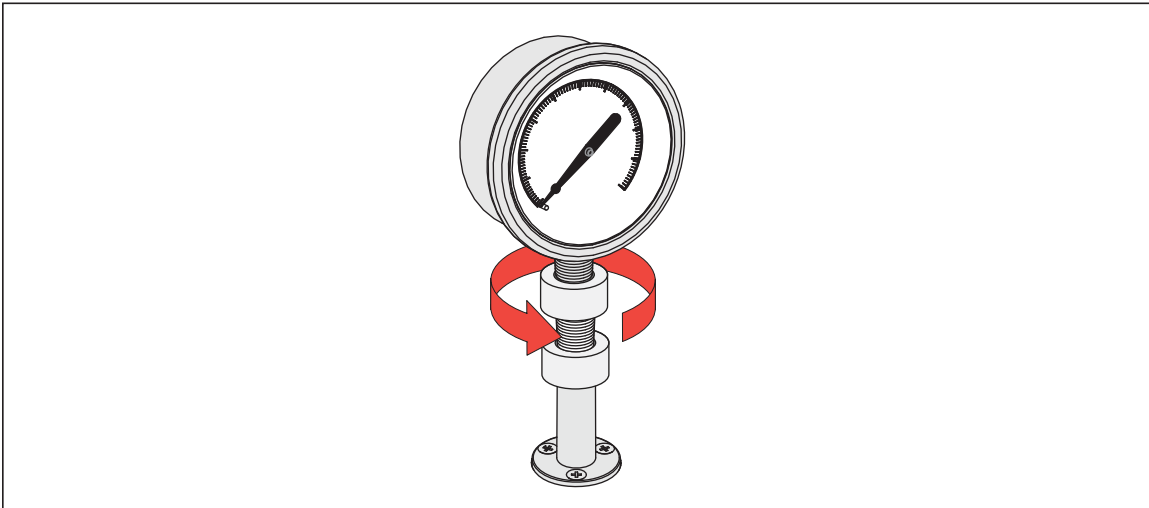

Figura 7 . Conexión del conjunto al puerto de prueba
2. Atornille la estructura en el SENTIDO CONTRARIO A LAS AGUJAS DEL RELOJ en el puerto de prueba, consulte la Figura 7.